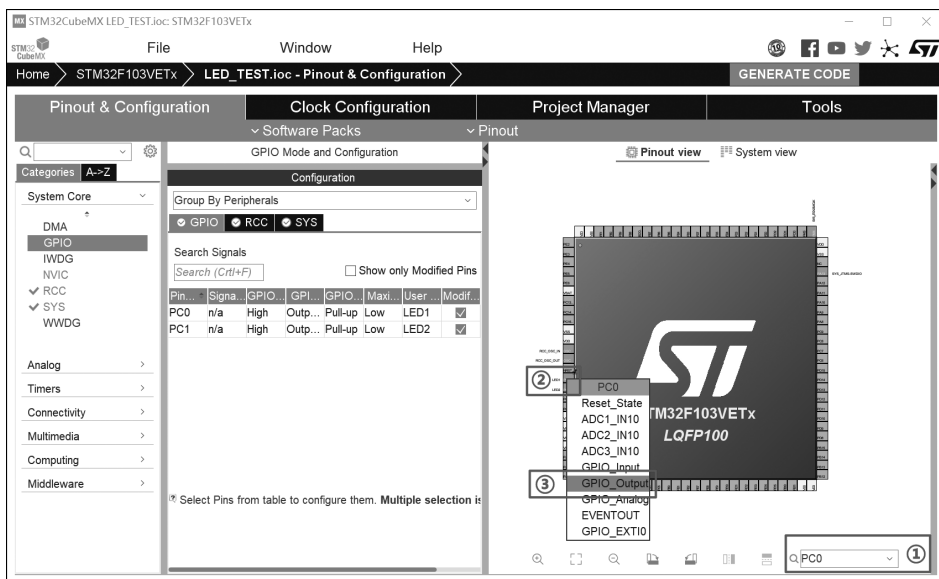

图 3-10 选择引脚 PC0 并配置其属性
本示例使用两个按键来控制 LED1 和 LED2 的亮与灭,与它们连接的引脚为 PC0 和 PC1。如图 3-10 所示,单击 Pinout & Configuration,选择 System Core,再选择 GPIO,在图 3-10①处的搜索框输入 PC0 进行搜索可以定位引脚的位置,搜索到的引脚会闪烁提示,配置 PC0 的属性为 GPIO Output。